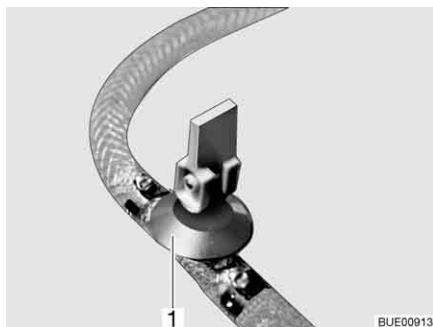
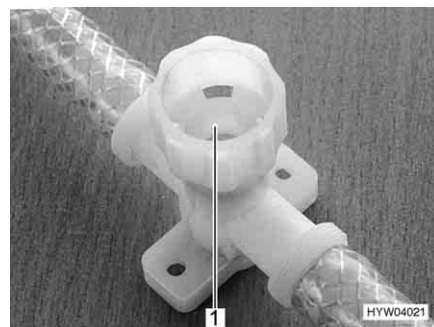

Fig. 137 Rubinetto di scarico (con leva a bilancere)
Fig. 138 Rubinetto di scarico (con tappo a vite)
- Aprire tutti i rubinetti di scarico. Mettere la leva a bilanciere del rubinetto di scarico (Fig. 137,1) in posizione verticale o chiudere il coperchio del rubinetto di scarico (Fig. 138,1) in senso antiorario.